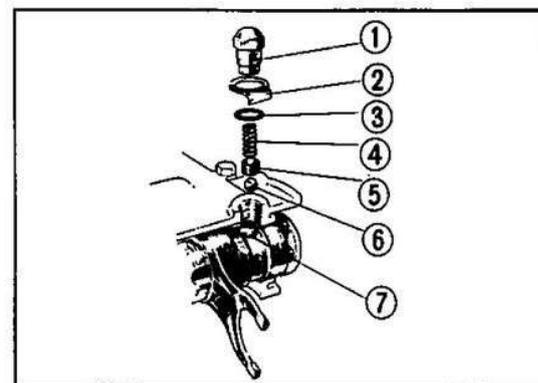

Fig. 3-83 ④ Molla.
3. Collocare la parte incavata nel tamburo selettore come indicato in fig. 3-83 ed installare la sfera di acciaio, il cappello della molla e la molla, e quindi bloccare il tutto mediante il bullone di fissaggio.